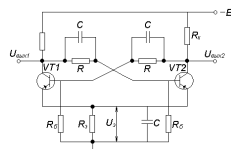

Рис. 1.20
20. По какой цепи происходит заряд конденсатора С (рис.1.20)? Начертить временную диаграмму $U_{K1}(t)$.